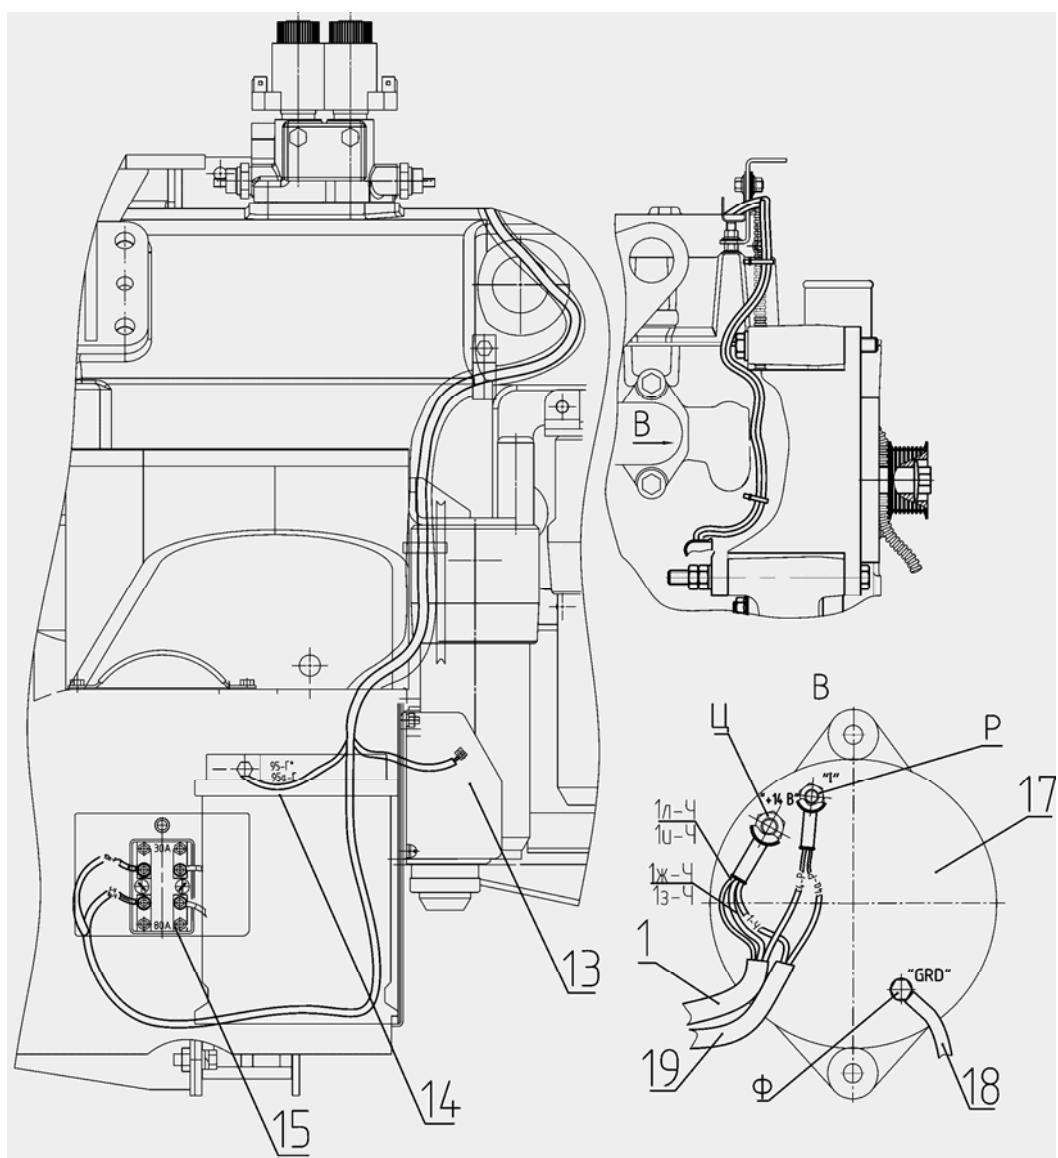

Рис.11.14 Электрооборудование двигателя.
- и) размыкателя аккумуляторных батарей (13), (рисунок 11.14),
- к) минусовой клеммы АКБ (14), (рисунок 11.14),
- л) блока предохранителей (15), (рисунок 11.14),
- м) генератора (17), (рисунок 11.14);
- 1) клеммы генератора (17), (рисунок 11.14), затяните следующими моментами: